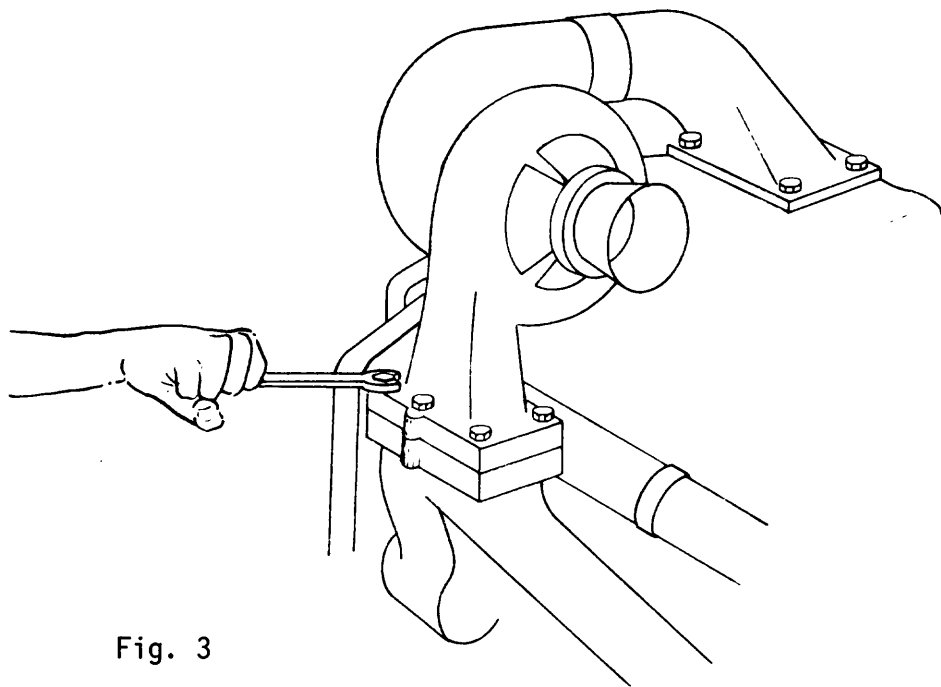

Fig. 3
- \_\_\_ d Retire las tuercas y los tornillos y separe el turbocargador del múltiple de escape (fig. 3).